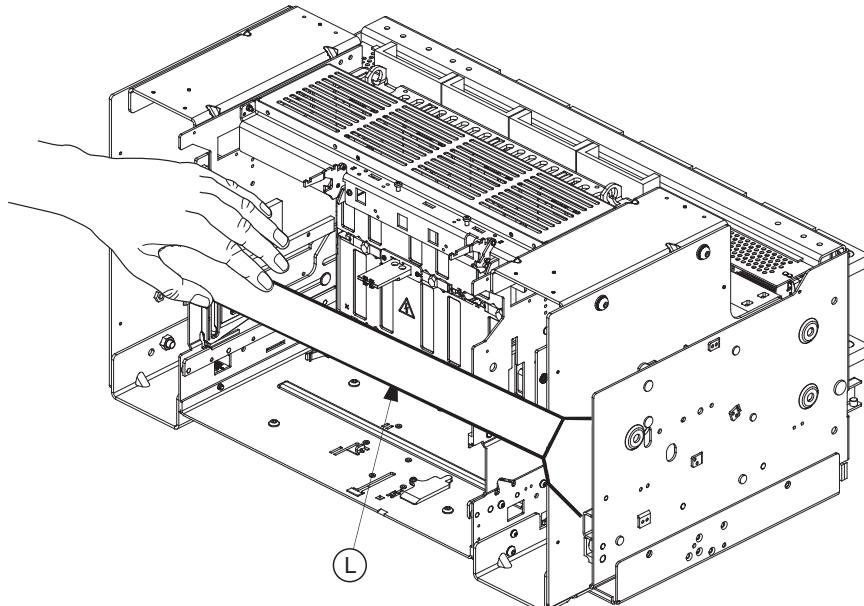
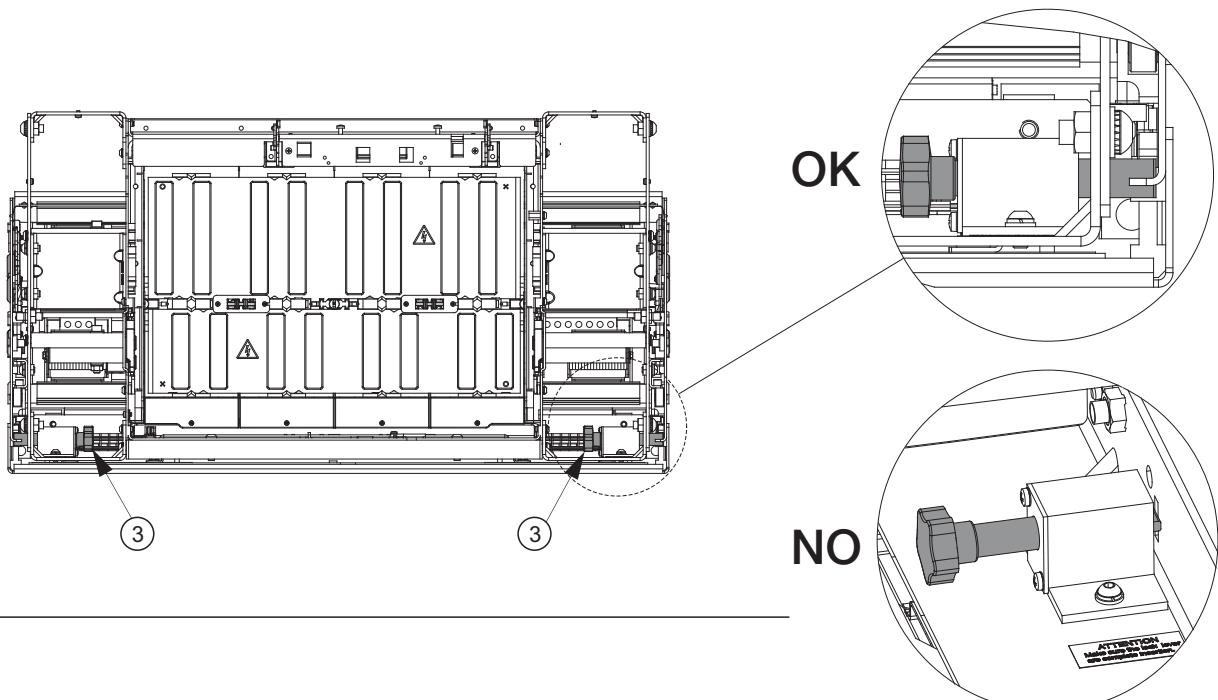

Fig. 5
Fig. 6
Move the racking-out lever (L) to the position shown in figure 5 then raise it until the moving part comes to a stop in the "connected" position. Make sure that the locks (3) are engaged as shown in figure 6.
Den Ausfahrhebel (L) wie in der Abbildung 5 gezeigt positionieren und den Hebel bis zum Anschlag des beweglichen Teils in der Position "connected" heben. Sicherstellen, dass die Blöcke (3) wie in der Abbildung 6 gezeigt eingesteckt sind.
Mettre en place le levier de débrochage (L) comme illustré dans la figure 5 et soulever le levier jusqu'à l'arrêt de la partie mobile en position de "connected". Vérifier que les blocs (3) sont insérés comme illustré dans la figure 6.